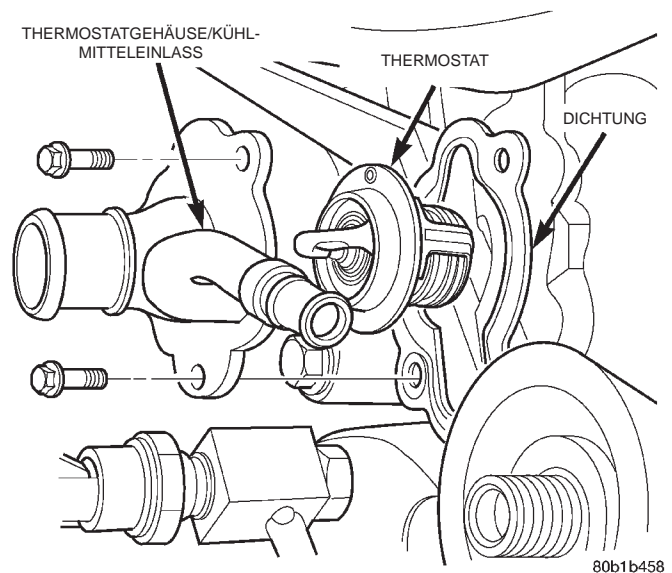

Abb. 22 Thermostat und Gehäuse—3.2L-Motor
- (1) Das Minuskabel (-) am externen Überbrückungsanschluß abklemmen.
- (2) Das Kühlsystem entleeren.
- (3) Das Fahrzeug auf einer Hebebühne anheben.
- (4) Die Stecker an den Druckschaltern für Motor- und Servopumpenöl abziehen.
- (5) Den Kühlerschlauch und den Heizungsschlauch am Thermostatgehäuse abziehen.
- (6) Die Schrauben am Thermostatgehäuse lösen (Abb. 22).
- (7) Das Gehäuse, den Thermostat und die Dichtung ausbauen.